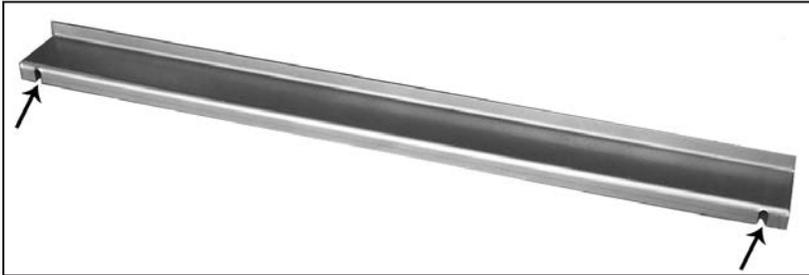

Figure 61: Support de panneau de briques, fentes illustrées.
1. Retirez les deux (2) vis de l'arrière du déflecteur, utilisez une douille de  $\frac{1}{4}$  po ou un tournevis à tête plate. Placez le support de brique fourni (Figure 61) à l'arrière du déflecteur avec les fentes sur les trous de vis (voir Figure 62). Insérez deux (2) des vis fournies dans les deux (2) trous au bas du déflecteur.